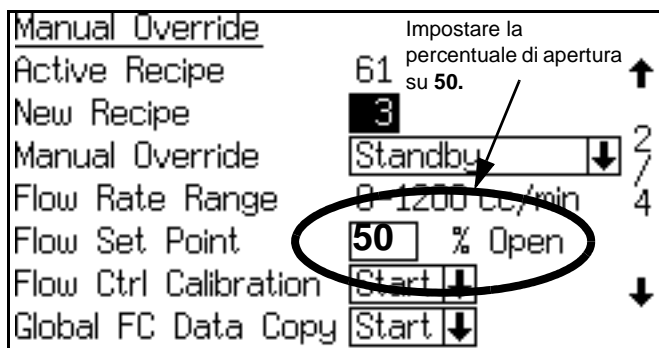

FIG. 103 Impostare la percentuale di apertura al 50%
3. Impostare il valore della percentuale di apertura su 50. Vedere FIG. 103.